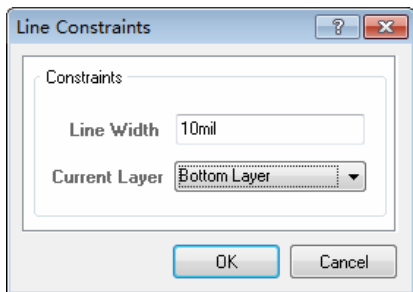

图 15-29 覆铜分割线对话框
(1) 先将 PCB 编辑窗口切换到要分割的覆铜所在的板层。执行菜单命令 **Place** > **Slice Polygon Pour**，光标变为十字形，进入分割覆铜状态。
(2) 在覆铜外部单击鼠标左键，确定分割线（Slice Line）的起点，然后按下 **Tab** 键，打开分割线属性对话框，如图 15-29 所示，在其中可以定义分割线的宽度和所在的板层。设置完毕后，单击 **OK** 按钮关闭对话框。